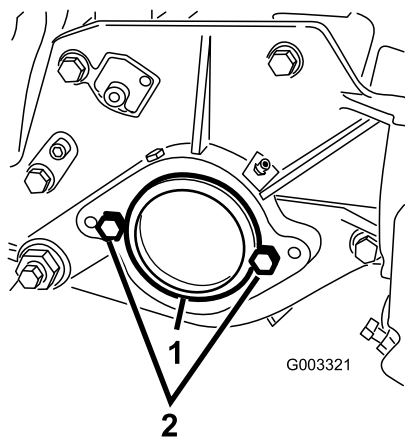

Рисунок 7
2. На правой стороне режущего блока снимите пластиковую заглушку с корпуса подшипника (Рисунок 7).
3. Выкрутите 2 винта с головкой из правой боковой пластины (Рисунок 7).
5. Установите, не затягивая, 2 монтажных винта двигателя барабана в левую боковую пластину режущего блока (Рисунок 7).